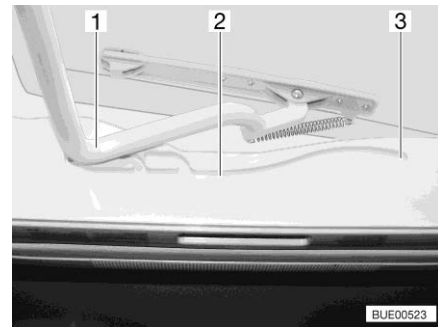

Bild 109 Spår (Heki-taklucka)
- Dra in bygeln (Bild 109,1) i spåren (Bild 109,2) till den bakersta positionen (Bild 109,3).
- Tryck bygeln (Bild 109,1) lätt uppåt med båda händerna.
- Drag bygel till önskad position i spåret (Bild 109,2).